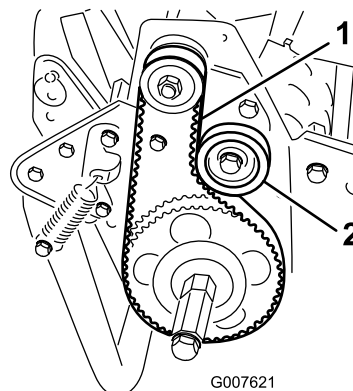

图38
2. 使用 18~22N 的作用力按压两皮带轮（图38）中间部位的皮带，检查皮带的张紧力。
- A. 松开怠轮皮带轮安装螺母，并紧贴着皮带背面顺时针旋转怠轮皮带轮，直至达到所需的皮带张紧力（图38）。